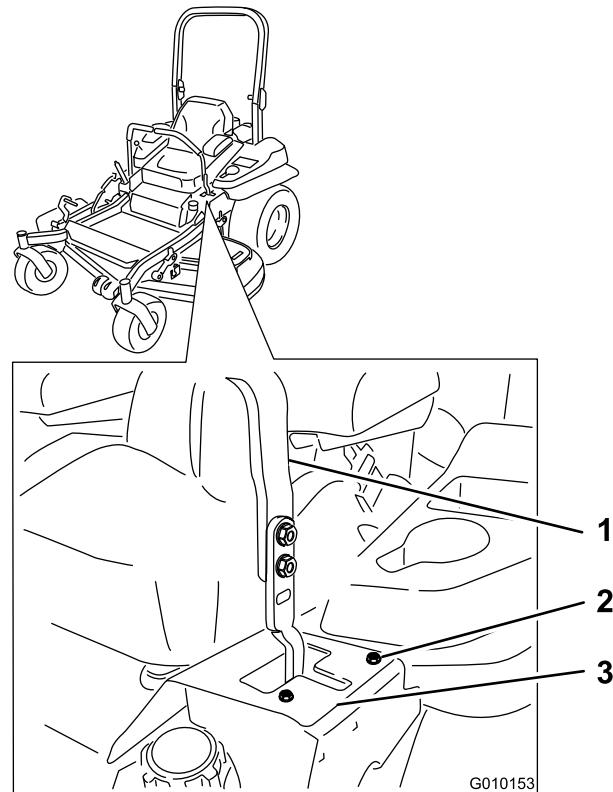

Figura 59
- Si la máquina se desvía hacia la derecha, afloje los pernos y ajuste la chapa del tope izquierdo hacia atrás en la ranura en T de la izquierda hasta que la máquina avance en línea recta (Figura 59).
- Si la máquina se desvía hacia la izquierda, afloje los pernos y ajuste la chapa del tope derecho hacia atrás en la ranura en T de la derecha hasta que la máquina avance en línea recta (Figura 59).
8. Apriete la chapa del tope (Figura 59).